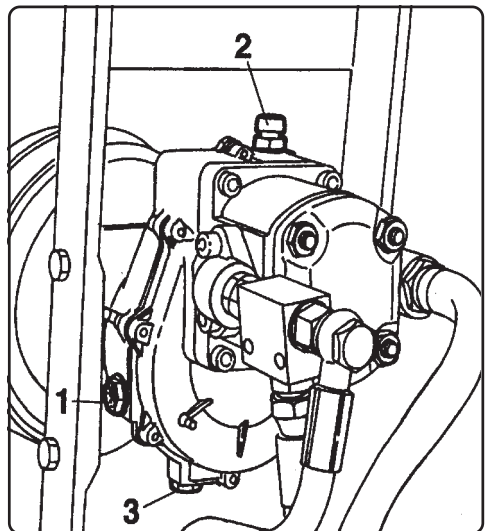

Fig. 10
- 7) **På mod. PS 900** med kardanaxel och reduceringsenhet (Fig.10), bör man regelbundet kontrollera olienivan. Gör som följer; Kontrollera olienivån genom det genomskinliga locket som sitter på reduceringsenheten (1 Fig. 10). All påfyllning skall ske genom locket (2 Fig. 10). På ovansidan. Oljan bör bytas av en auktoriserad verkstad **var 800: e arbetstimme.**